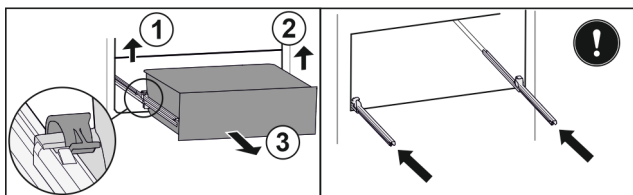

Fig. 91
- Nadvihnite ľavú svorku a súčasne ťahajte zásuvku vľavo dopredu. Fig. 91 (1)
- Nadvihnite pravú svorku a súčasne ťahajte zásuvku vpravo dopredu. Fig. 91 (2)
- Odoberte zásuvku dopredu. Fig. 91 (3)